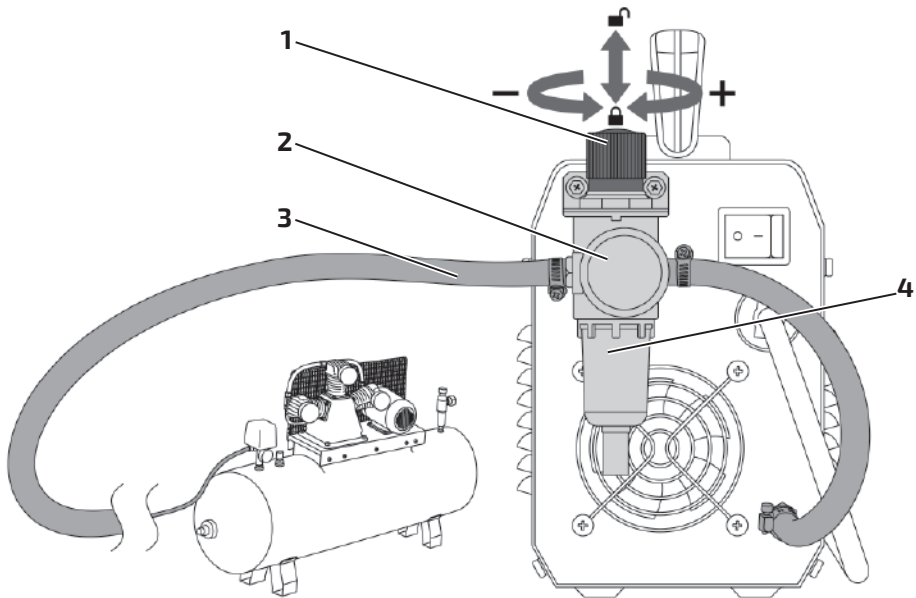

Рис. 7.4. Фильтр-регулятор.
6	Фильтр-регулятор (см. рис. 7.4).
8. На аппарате установите необходимое давление сжатого воздуха в зависимости от толщины разрезаемого металла (см. таблицу 8.4). Для регулировки давления (см. рис. 7.4) выполните следующие действия: